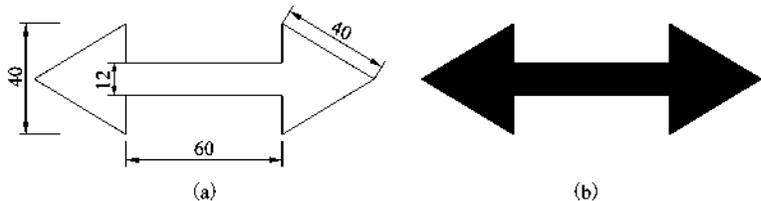

图 1-137 习题 6
6. 按图 1-137(a) 所示尺寸绘制双向箭头，线的颜色为红色。填充颜色为绿色，要求轮廓线可见。完成后的图形如图 1-137(b) 所示。